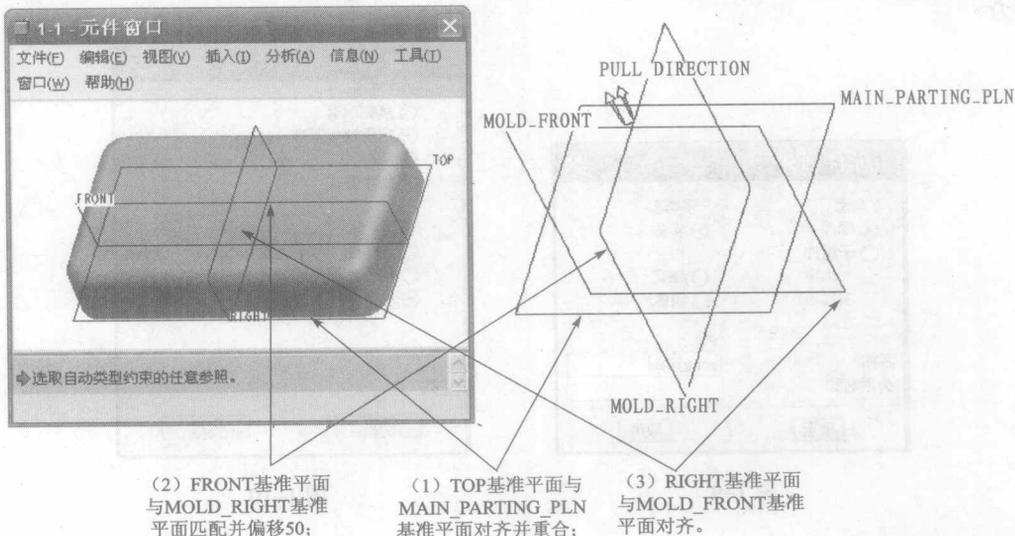
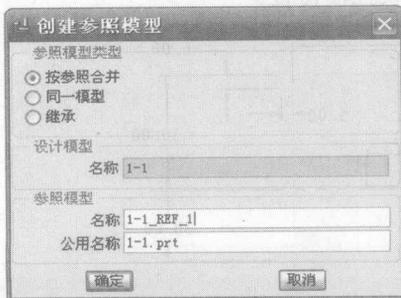
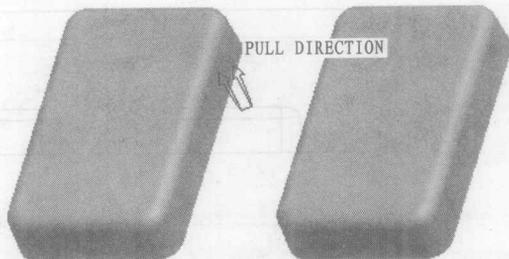

图 1-6
图 1-7
图 1-8
在菜单管理器中选择“模具模型>装配>参照模型 (Mold Model>Assemble>Ref Model)”，在“打开”对话框中选择“1-1.prt”文件将其打开，在装配操作面板中点击按钮，再点击按钮，则零件以小窗口显示，如图 1-6 所示装配零件，点击按钮完成零件装配，系统弹出如图 1-7 所示“创建参照模型”对话框，点击“确定”按钮完成第一个参照模型的装配。
用相同方法装配第二个参照模型，将图 1-6 所示的第 (2) 步中的偏移值修改为-50，完成零件装配，其装配效果如图 1-8 所示。